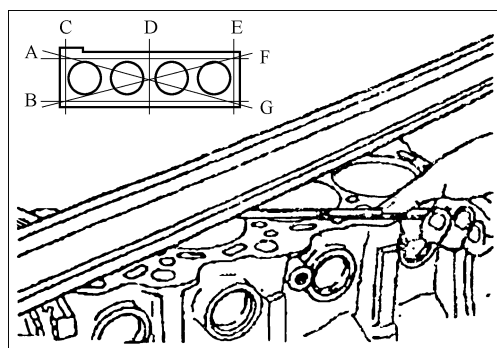

图 2-137 测量气缸体平面度
① 肉眼观察有无划伤、锈蚀、腐蚀等缺陷，也可用流动检测试剂进行检查。若存在明显缺陷，应修整或更换。
② 如图 2-137 所示，用直规和塞尺检查缸体上平面的平面度，表面不得有异物。